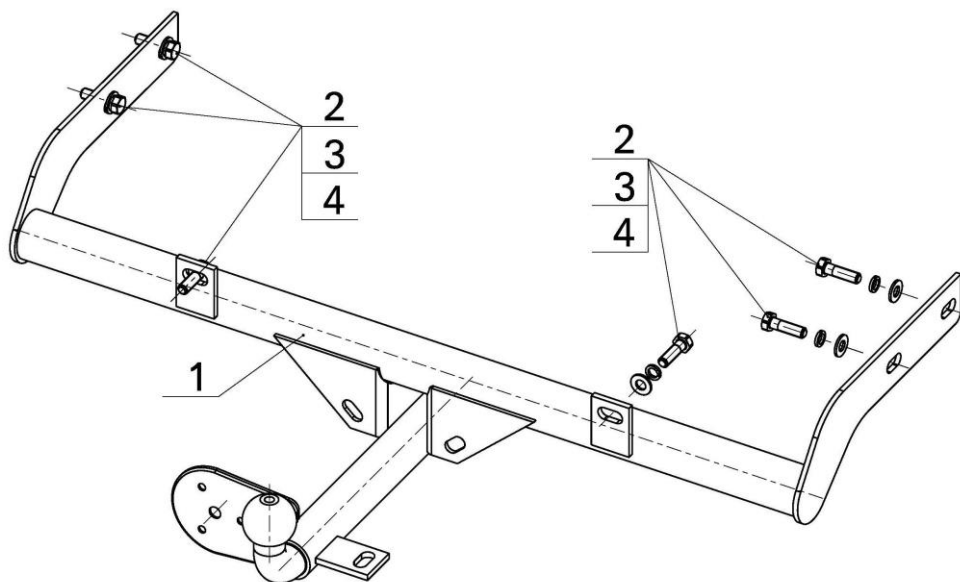

Рис.1.
- Установить ТСУ (рис.1) на автомобиль, используя крепежные элементы (поз.2,3,4);